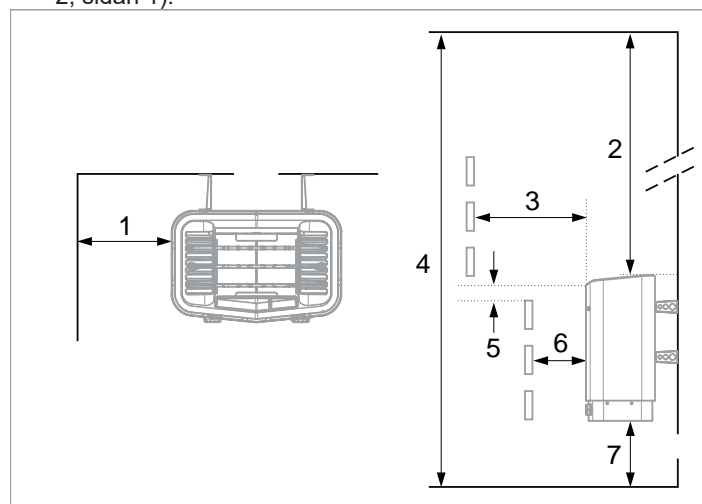

Fig 2: Placering av bastuaggregatet - normalmontage
- på säkert avstånd till golvet, sidoväggar och inredning (se Fig 2, sidan 1).